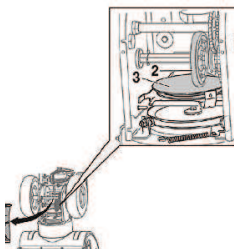

рис. 14
11.9 Проверка системы привода колёс (рис. 14).